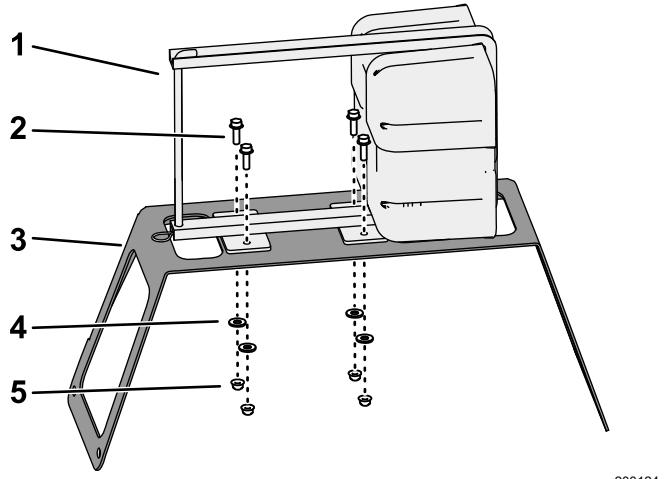

图 3
1. 如图 3所示将泡沫标记水箱和压缩机与安装支架对齐。
2. 用 4 个螺栓5/16 x 1 英寸、4 个垫圈3/8 英寸和 4 个凸缘锁紧螺母5/16 英寸将压缩机固定到支架上 **图 3**。